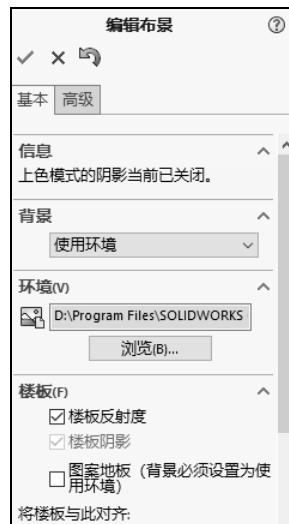

图 1-54 【使用环境】选项
(5) 选择【使用环境】选项，用户可在 SOLIDWORKS 所提供的环境中选择一款适合的环境，如图 1-54 所示。